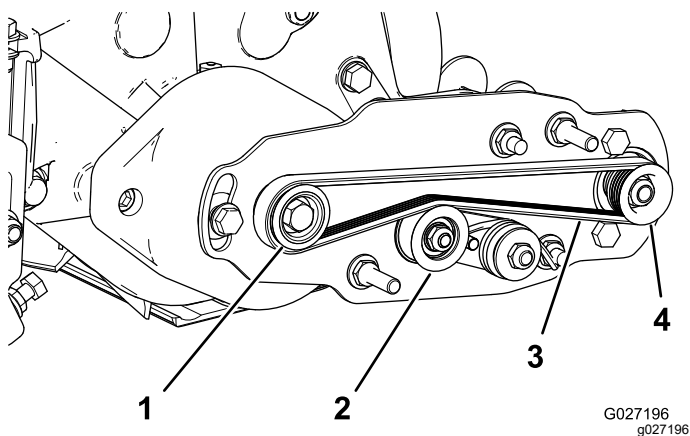

Figura 14
- Avvolgete la cinghia intorno alla puleggia **motrice** e successivamente intorno alla parte superiore della puleggia tendicinghia (Figura 14).